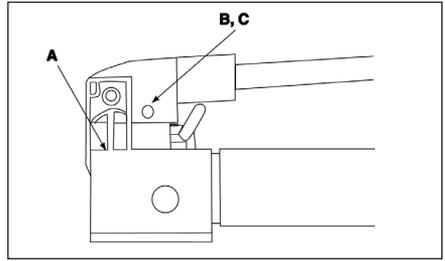

图 10
为了提高泵的性能和使用寿命，请定期对梁销 (A)、十字头销 (B) 和活塞头 (C) 进行润滑，推荐使用滚柱轴承润滑脂。参见图 10。